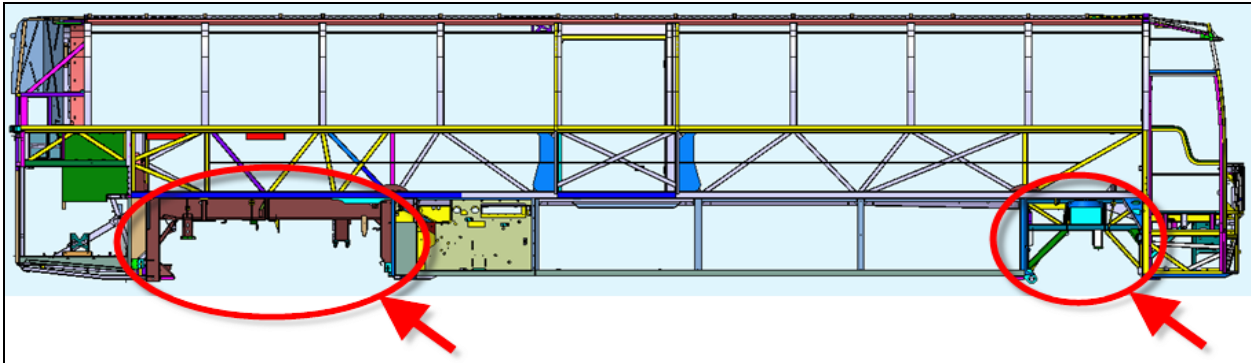

FIGURE 1 – ZONES CRITIQUES: SOUS-CHASSIS AVANT, SOUS-CHASSIS ARRIÈRE, ESSIEU AUXILIAIRE (TAG) ET BERCEAU DE L'ESSIEU MOTEUR
**Les sous-châssis avant et arrière, le berceau de l'essieu moteur et l'essieu auxiliaire** (FIGURE 1) sur la structure d'un véhicule Prevost sont fait d'acier à haute résistance mécanique. Même si la structure des véhicules Prevost reçoit une bonne protection anticorrosion en fin d'assemblage, après plusieurs années d'opération dans un environnement agressif (hiver, pluies fréquentes, sel de route, projection de pierres, accumulations de sable, etc.), l'acier à haute résistance peut souffrir de corrosion sévère. L'utilisation d'acier à haute résistance demeure néanmoins nécessaire en raison de sa résistance aux charges maximales.